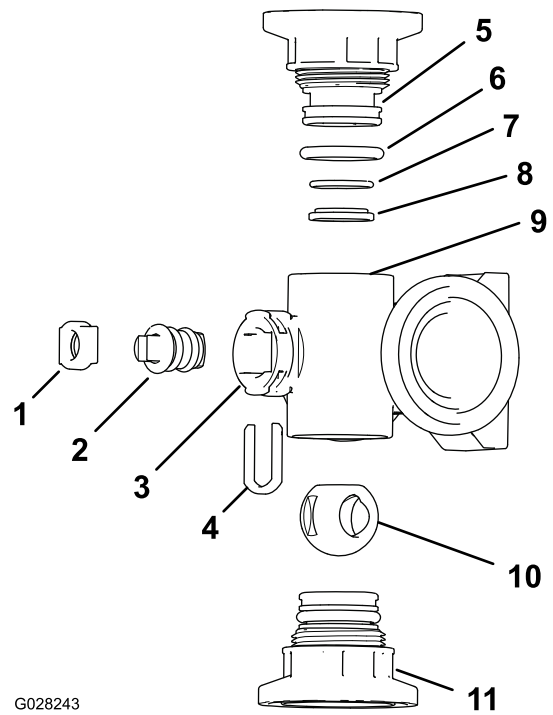

図 124
2. マニホルドのボディ両端部にあるエンドキャップフィッティングアセンブリ2個を取り外す 図 124 と 図 125。
4. マニホールド内部のステムポートのスロットからステムリテーナを取り外す 図 124 と 図 125。
5. マニホールドからステムリテーナとバルブシートを取り外す 図 124 と 図 125。
6. マニホールドボディの中に手を入れてバルブステムアセンブリを取り出す 図 124 と 図 125。
1. 出口フィッティングの Oリング個別ブームバルブマニホールドのみ、エンドキャップの Oリング、バックシートの Oリング、ボールシートそれぞれに傷や過度の摩耗がないか点検する 図 124 と 図 125。
2. バルブのステムにシリコングリスを塗り、ステムをバルブステムシートに取り付ける 図 124 と 図 125。
3. バルブステムとシートをマニホールドに取り付けてステムリテーナで固定する 図 124 と 図 125。
4. バックシートの Oリングとボールシートが相互に整列しており、エンドキャップのフィッティングに適切に収まっていることを確認する 図 124 と 図 125。
5. エンドキャップフィッティングアセンブリをマニホールドボディに取り付け、エンドキャップフィッティングのフランジがマニホールドのボディに接触したら 図 124 と 図 125、その位置からさらにバルブを 1/8-1/4 回転締め付ける。